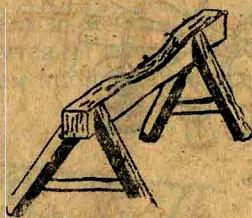

Рис. 296.
- 2) козелок под хвост (рис. 296);